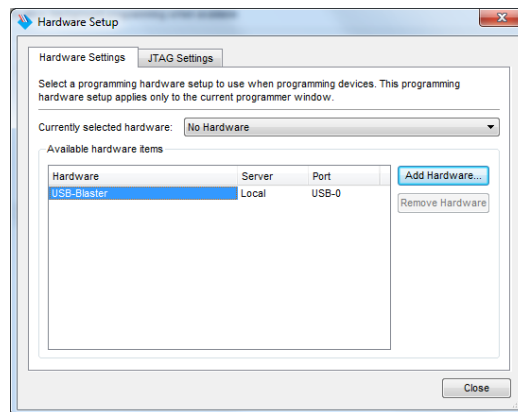

Figura 26 – Configuração da interface de programação da FPGA (USB-Blaster).
18. Configure a interface usada para programação da FPGA, premindo o botão “*Hardware Setup*” e selecionando a opção “*USB-Blaster*” (Figura 26). Caso esta opção não esteja disponível, verifique se a placa possui a alimentação ligada e está conetada ao computador através do cabo USB.